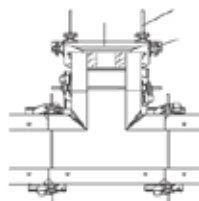

Рис. 33
Размещение и количество горизонтальных ригелей 85 (24, 25), клиновых замков и замков типа BFD (55) см. в разделе «Опалубка торцов с помощью брусьев». (Рис. 33)